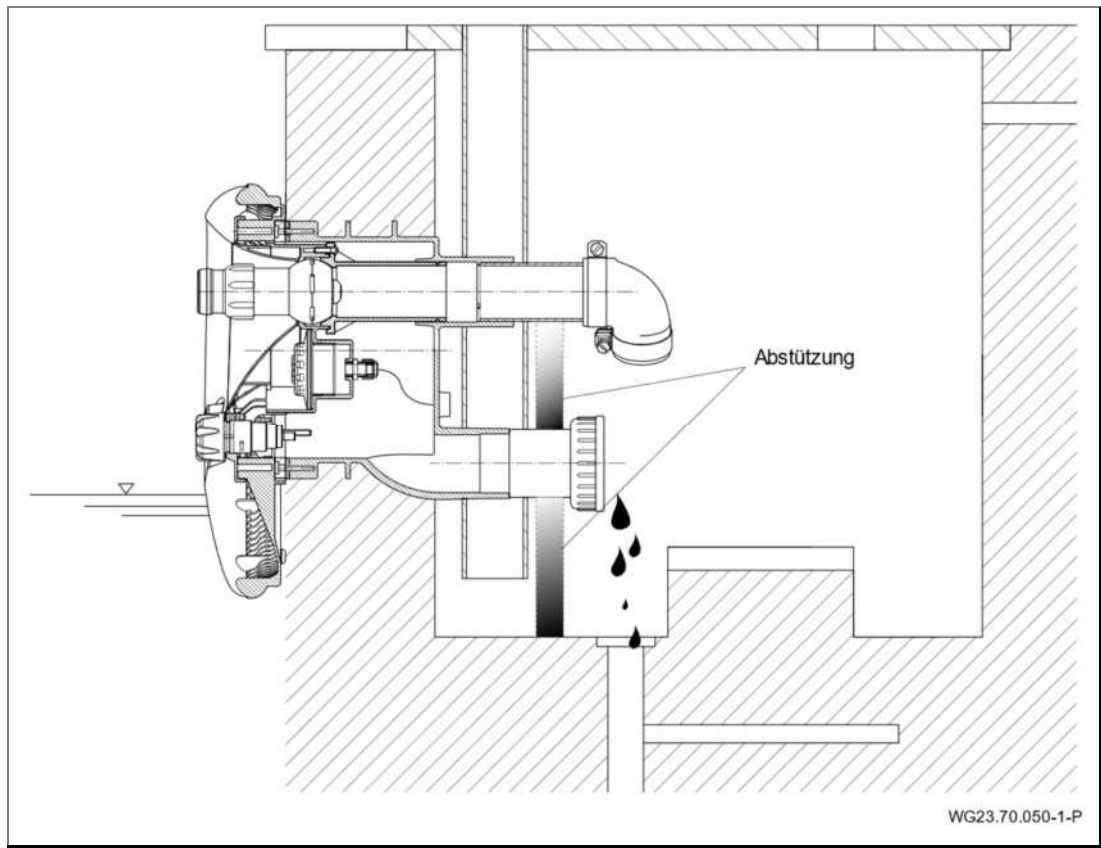

Abb. 26
3. Saug- und Druckleitung durch Abstützung entlasten. Siehe "Abb. 26" auf Seite 44.